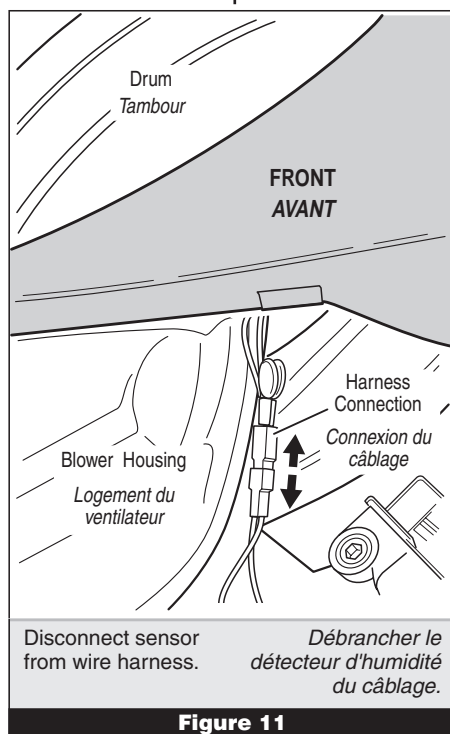

Figure 11
- ➔ Access the moisture sensor wires by removing the toe panel (page 13, figure 15) and disconnecting the sensor wires from the harness (figure 11). Go to step 9.
6. Access the moisture sensor by removing the toe panel. See Removing the Toe Panel, page 13. Disconnect the sensor from the wire harness. See figure 11.
➔ Accéder au câblage du détecteur d'humidité : ôter le panneau de plinthe (page 13, figure 15) et déconnecter du câblage les conducteurs du détecteur (figure 11). Passer à l'étape 9.
6. Enlever le panneau de plinthe pour accéder au détecteur d'humidité. Voir la page 13 - Dépose du panneau de plinthe. Débrancher le détecteur d'humidité du câblage. Voir figure 11.